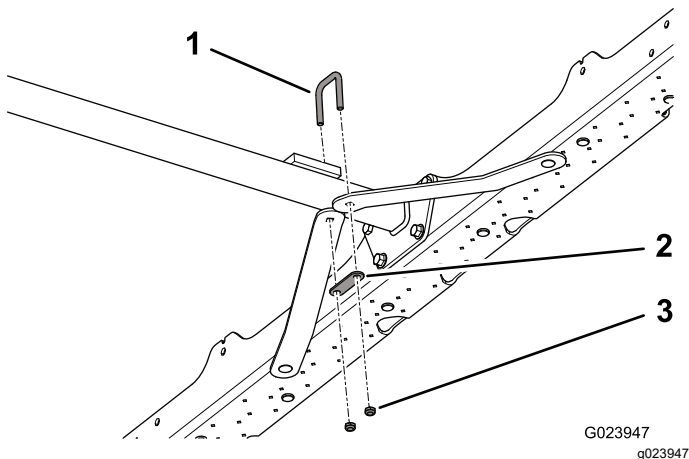

Figura 6
4. Instale uma cavilha em U sobre a parte superior da barra de engate e alinhe os furos nas extremidades planas mais curtas dos tirantes de suporte com a cavilha em U (Figura 6).
5. Coloque a correia sobre as extremidades roscadas da cavilha em U e prenda a cavilha em U com 2 porcas de flange (5/16 pol.); consulte a Figura 6.